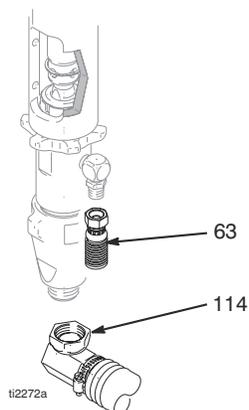

FIG. 7
1. Fig. 7. Rimuovere il flessibile di aspirazione (114) e il flessibile della vernice (63) (rimuovere all'estremità girevole).